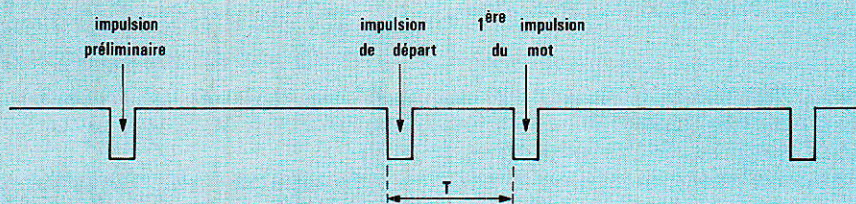

Figure 6.
- Mesure de la distance entre impulsions (synchronisation de la base de temps) comme en figure 6